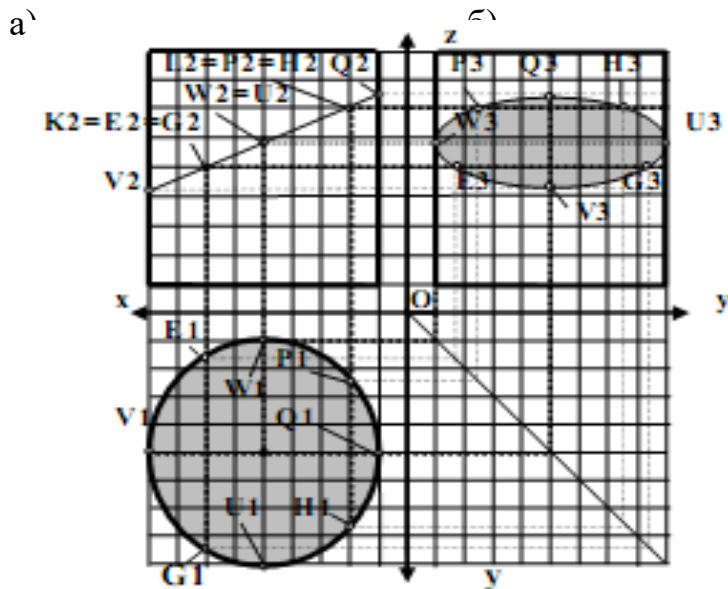

Рисунок 3.4 – Перетинання циліндра з фронтально-проектною площиною.
3. Побудуємо лінію перетинання фронтально-проектної площиною, фронтальна проекція якої проходить через точки  $K_2L_2$  (координати точок  $K - 7, 2, 5$ ;  $L - 1, 5, 7$ ), циліндра, висотою 9 у.о., центр нижньої основи якого знаходиться в точці  $O(5, 5, 1)$ , а діаметр дорівнює 8 у.о.(рис.3.4).